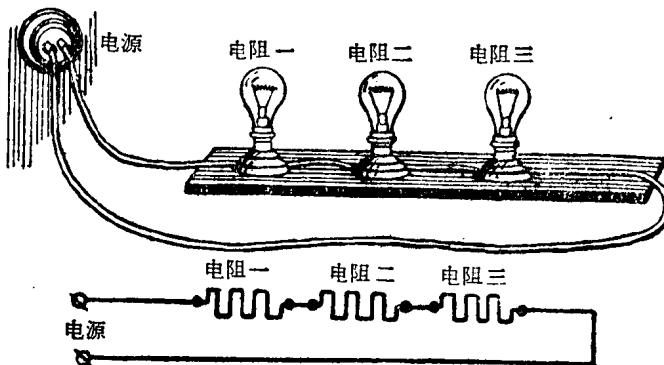

图1—6 电灯电阻的串联（下图是接线图）
(1) 电阻的首末端相接叫串联，图1—6所示是三个灯泡的串联。
(2) 并联：电阻所有的首端与首端相接，末端与末端相接叫并联。图1—7所示是三个灯泡的并联。